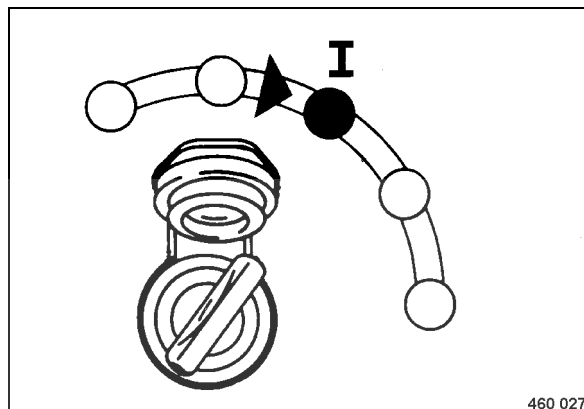

Fig. 82
- Tourner l'interrupteur de démarrage sur position "I" (Fig. 82).